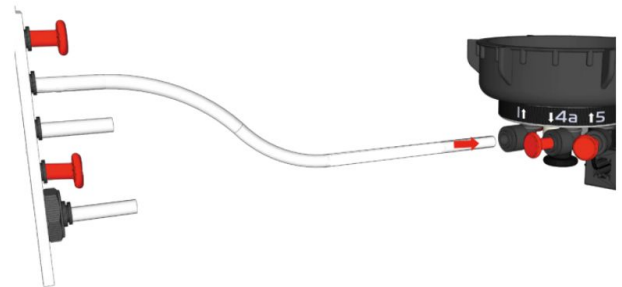

Fig. 1
3. Utilizando o tubo fornecido, LIGUE a saída do produto (porta 4) ao conector da entrada do reservatório (porta 1) (Fig. 1)